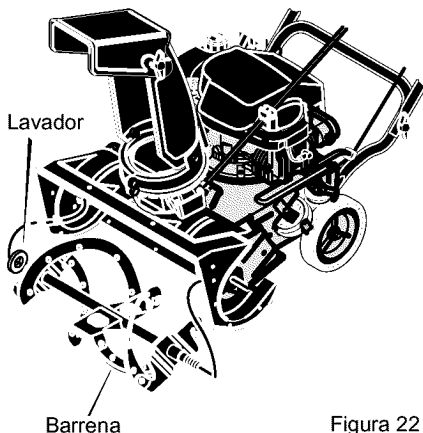

Figura 22
8. Deslice la **barrena** hacia afuera por el lado derecho del alojamiento (vea la Figura 22).